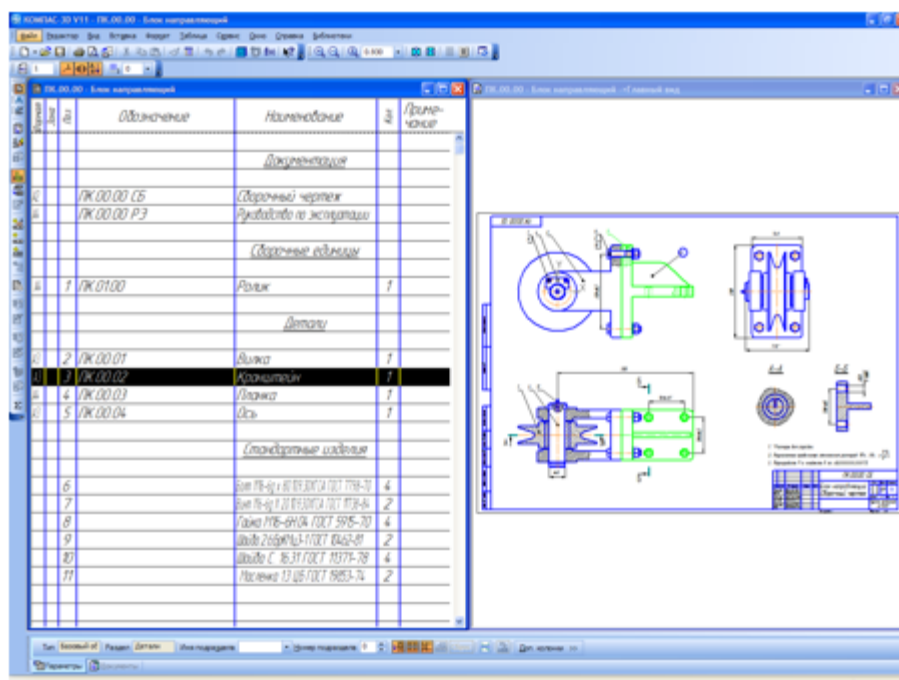

Рисунок 2.
- В окне спецификации укажите строку **ПК.00.02 - Кронштейн** — изображение детали будет подсвечено на чертеже (рис. 2).